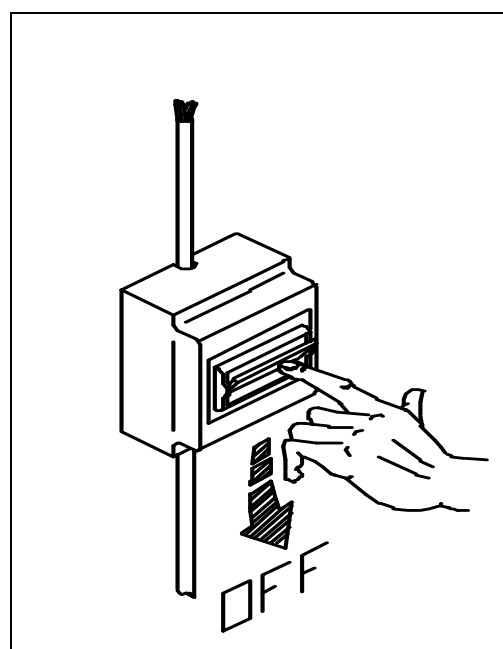

Bild. 5-1
**ACHTUNG:** vor jedem Kundendienst ist die Maschine vom Stromnetz zu trennen. (Bild. 5-1)